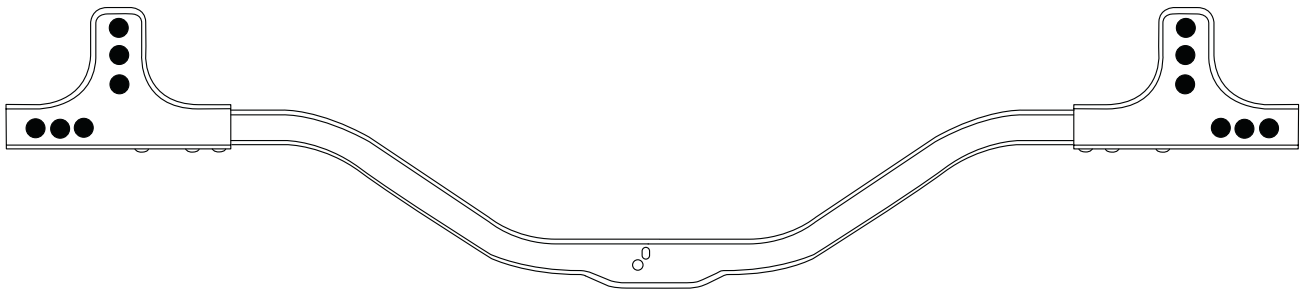

FIGURA 2
- (Consulte la Figura 2) para acceder a la vista posterior del soporte del radiador y sus seis (6) soldaduras de tapón MIG en cada lado.